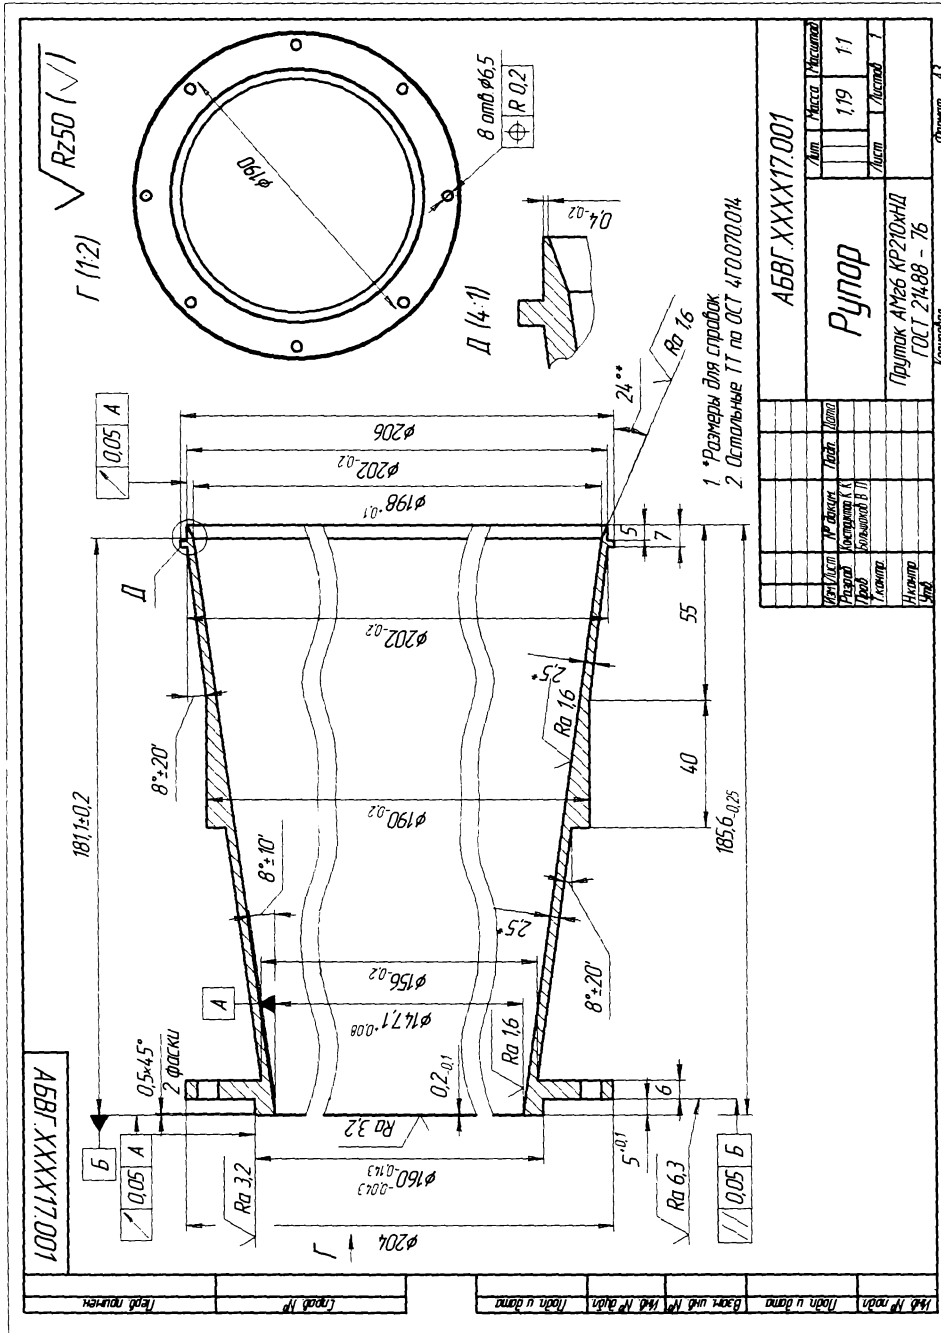

Рис. 17.3. Чертеж рупора
Оформление чертежа, показанного на рис. 17.3, осуществляется в несколько этапов. Вначале выполняется компоновка и редактирование видов в поле формата А3. Последующие этапы рассмотрены на примере применения системы КОМПАС.
3. *Оформление технических требований.* Вызовите команду Вставка ▶ Технические требования ▶ Ввод и введите технические требования, показанные над основной надписью на рис. 17.3. Для выхода из режима щелкните на кнопке Закрыть в правом верхнем углу окна. Для возвращения в режим работы с чертежом ответьте Да на запрос системы относительно сохранения изменений в чертеж. При необходимости вызовите команду Вставка ▶ Технические требования ▶ Размещение, задайте размеры страницы технических требований и ее положение на чертеже.